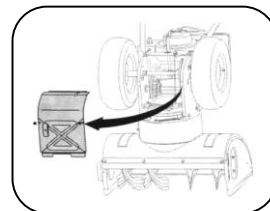

Рис. 16
2. Снимите крышку с нижней части снегоуборочной машины, открутив четыре винта, которые ее крепят (см. рис. 16).